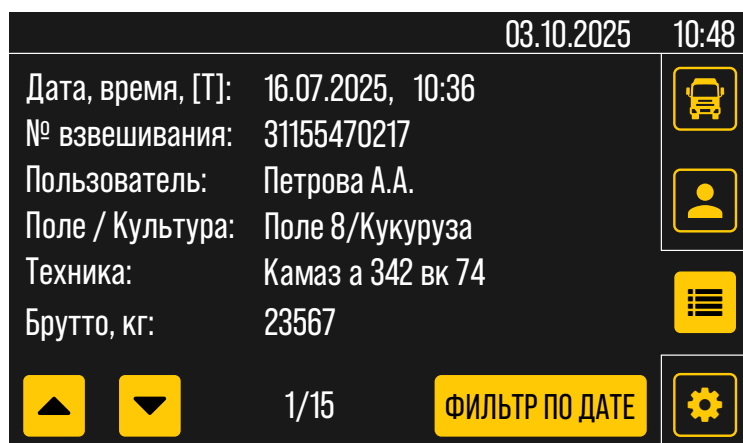

Рис.24. Экран просмотра данных о взвешивании
3. Нажмите в боковом меню справа кнопку  , чтобы перейти на экран просмотра данных о последнем взвешивании (**Рис.24**), который содержит следующие данные: